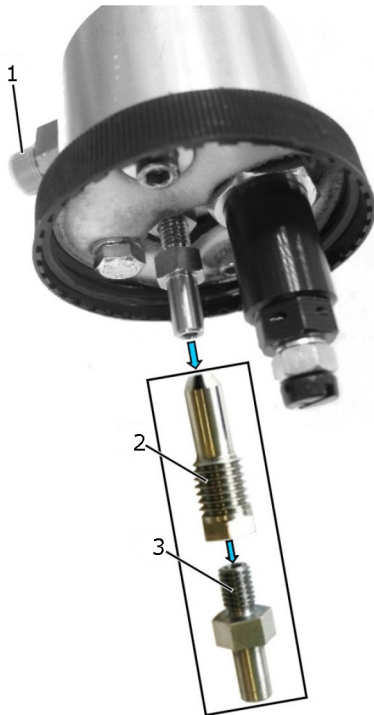

Abb. 17: Trykktransducermodul åpen
! Klebrige rester på grunn av drivstoffrester kan klistre igjen det lille borehullet til strupehylsen (fig. 17, pos. 2) og dermed føre til feil måleresultater.
2. Fjern utløpsstussen (fig. 17, pos. 3).
3. Fjern strupehylsen (fig. 17, pos. 2).
5. Rengjør strupeborehullet via koblingsstussen (fig. 17, pos. 1) med trykkluft.
6. Skru inn strupehylsen (fig. 17, pos. 2) med et trekkmoment på 20 Nm.
7. Skru inn utløpsstussen (fig. 17, pos. 3) i strupehylsen.